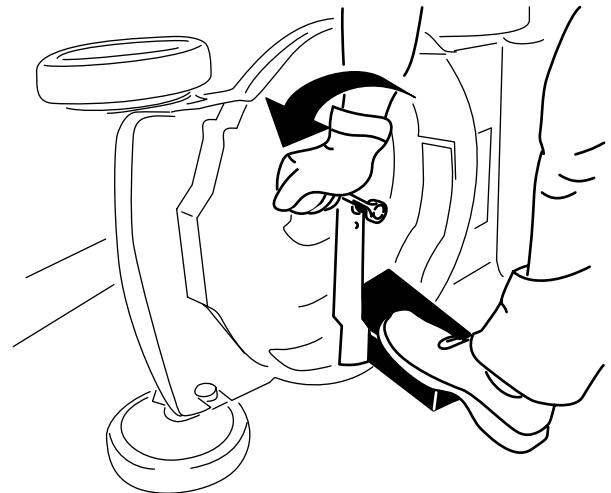

Figura 23
2. Utilice un bloque de madera para inmovilizar la cuchilla (Figura 23).
3. Retire el perno de la cuchilla y la cuchilla; guarde el perno de la cuchilla (Figura 23).